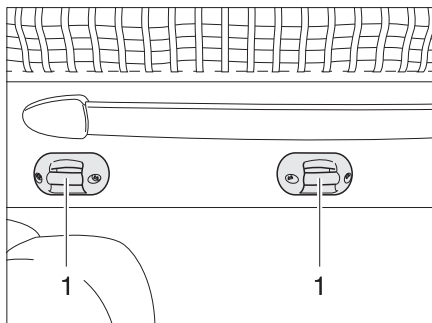

Bild 175 Halterung Aufstiegsleiter
- Die Aufstiegsleiter mit beiden Bügeln in die Krampen (Bild 175,1) am Hubbett einhängen.